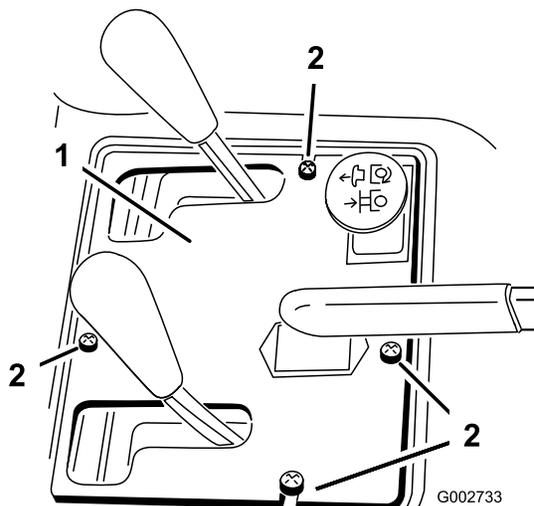

図 34
2. コントロール・パネルをフレームに固定しているネジ4本を外す（図 34）。